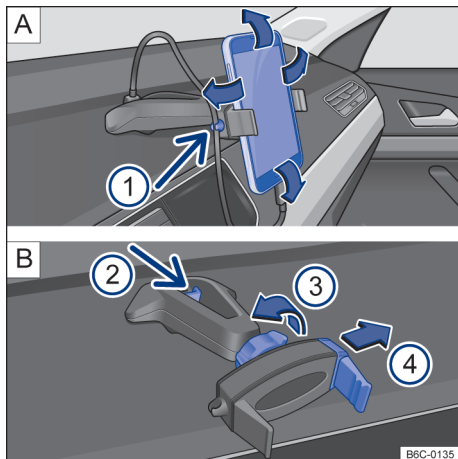

Fig. 171 No console central: suporte para telefone celular e ajustes.
- Segurar o suporte com uma mão e pressionar o botão de destravamento → Fig. 171 B ② (seta).
- Com a haste → Fig. 171 B ④ deslocar no sentido da seta, e instalar o telefone celular no alojamento.
- Com a outra mão deslocar a haste → Fig. 171  ④ até que seja possível remover o aparelho do alojamento.
- Colocar o cabo USB na entrada carregador USB do suporte existente no painel de instrumentos → Fig. 171 .
- Prender o cabo no suporte → Fig. 171  ①.
- Para liberar o movimento do suporte, girar a trava → Fig. 171  ③ no sentido contrário da seta.
- Para fixar a posição, girar a trava no sentido da seta ③ → Fig. 171  até a fixação total do suporte.
O suporte para telefone celular tem garantia de 3 anos, com exceção da haste deslizando (garra) → Fig. 171   que tem garantia de **1 ano**.